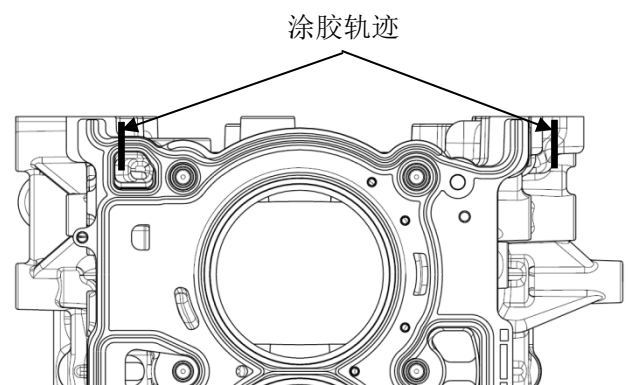

图 B-15 气缸垫顶部涂胶轨迹示意图
- 3)、确认气缸垫 ㉑ 无翘曲变形、表面涂层无脱落划伤，然后将气缸垫 ㉑ 装配到缸体总成的上表面；在气缸垫 ㉑ 前端密封筋处涂乐泰5900H密封胶，涂胶轨迹如图B-15所示；